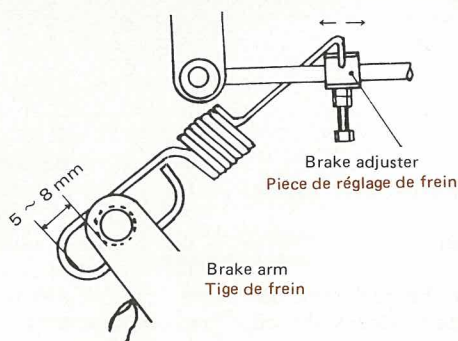

Fig. 6-3
that the spring has 5-8mm space as illustrated. (See Fig. 6-3). Then fasten the lock nut.
- (4) Manipulate the main clutch and confirm that the brake adjuster touches nowhere.
- (5) Confirm that the clutch becomes disengaged and no brake works when the main clutch lever is set to the position of "DIS-ENGAGED". Also confirm that the brake works when the main clutch is set to the position of "BRAKE". (See Fig. 6-3).
- (3) En déplaçant la pièce de réglage de frein dans la direction des flèches, procéder au réglage de sorte que le ressort présente un espace de 5-8mm comme illustré. (Voir Fig. 6-3) Serrer alors le contre-écrou.
- (4) Actionner l'embrayage principal et s'assurer que la pièce de réglage du frein ne touche nulle part.
- (5) S'assurer du débrayage et que le frein ne fonctionne pas quand le levier d'embrayage principal est placé à la position de débrayage (DIS-ENGAGED). S'assurer également que le frein fonctionne quand l'embrayage principal est placé à la position "frein" (BRAKE). (Voir Fig. 6-3)